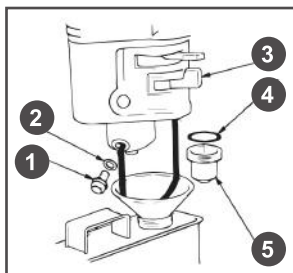

Рис. 20 Обслуживание фильтра-отстойника
1. Установите рычаг топливного крана 3 в положение «ЗАКРЫТО» (Рис. 20).
3. Открутите болт 1 сливного отверстия и слейте топливо из поплавковой камеры карбюратора (Рис. 20).
4. Открутите стакан отстойника 5, вылейте из него топливо в заранее подготовленную емкость (Рис. 20).